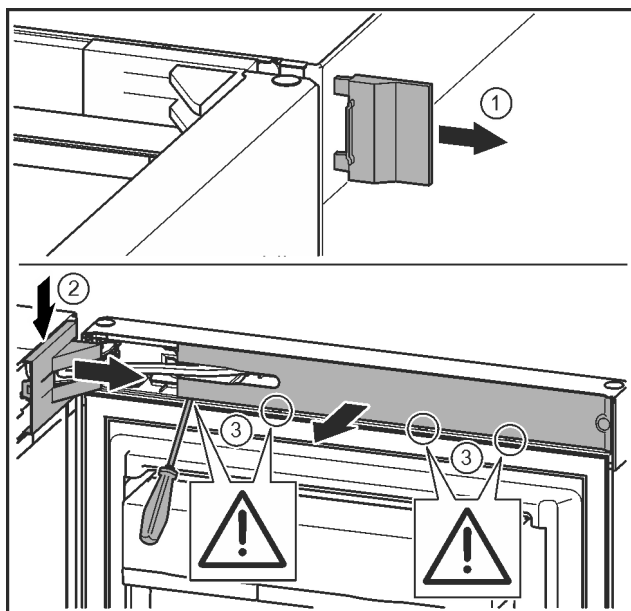

Fig. 9
- ▶ Detașați capacul exterior. Fig. 9 (1)
- ▶ Deblocați și desprindeți capacul suportului de lagăr. Scoateți capacul suportului de lagăr. Fig. 9 (2)
- ▶ Deblocați masca cu șurubelnița plată și pivotați-o în lateral. Fig. 9 (3)